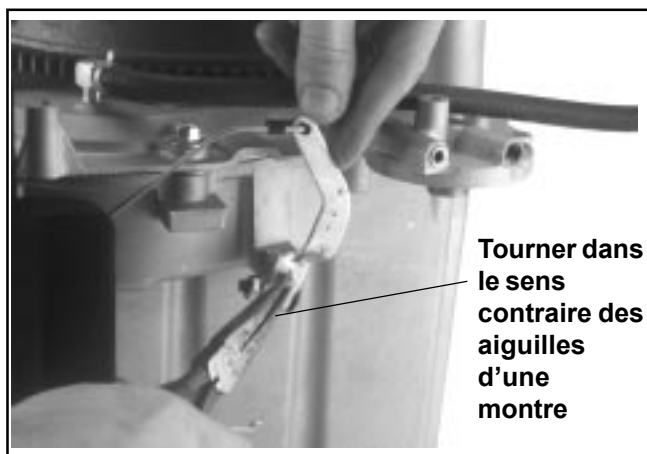

Figure 10-64. Réglage du régulateur et de la tringlerie.
2. Pousser complètement le levier du régulateur vers le carburateur (accélérateur grand ouvert) et le maintenir dans cette position. Ne pas appuyer trop fort afin de ne pas plier ou déformer la tringlerie. Saisir l'arbre intermédiaire à l'aide d'une pince et le tourner à fond dans le sens contraire des aiguilles d'une montre. Voir la Figure 10-64. Serrer l'écrou hexagonal au couple de **7,0-8,5 Nm (60-75 in. lb.)**.